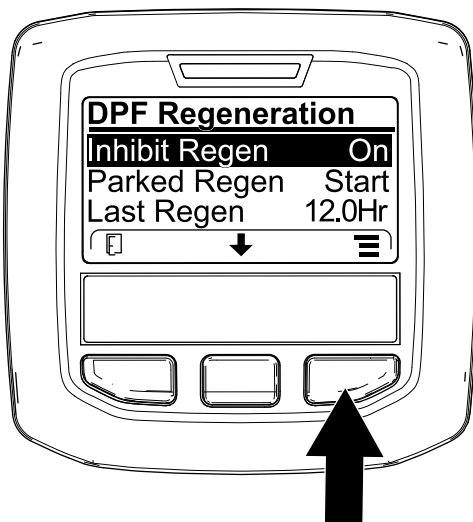
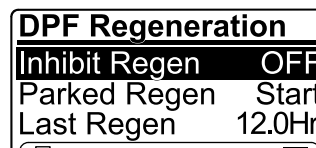

Bild 44
Bild 45
1. Navigieren Sie auf das Menü „DPF Regeneration“, drücken Sie die mittlere Taste und navigieren Sie auf die Option INHIBIT REGEN.; drücken Sie die rechte Taste, um den Eintrag „Inhibit Regen.“ auszuwählen (Bild 44).
2. Drücken Sie die rechte Taste, um die Einstellung für das Verhindern der Regenerierung von „On“ in „Off“ (Bild 44) oder von „Off“ in „On“ (Bild 45) zu ändern.